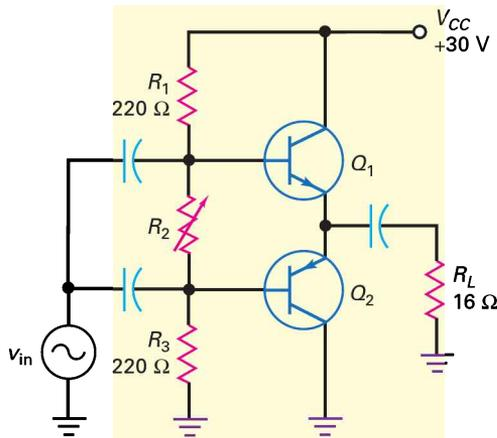

Figure 10.41
10.24 Quelle est la puissance maximale dissipée dans chaque transistor de la figure 10.41 ?
10.25 Quelle est la puissance de sortie maximale dans la figure 10.41 ?